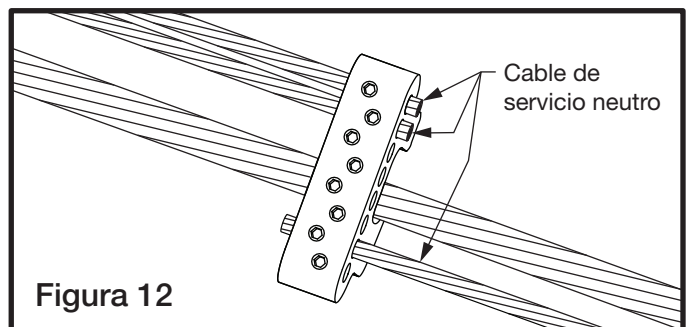

Figura 12
15) Para los cables adicionales de servicio del cliente, repita los pasos 13 - 14 (vea la Figura 12).
NOTA: Los cables de servicio neutro pueden entrar desde cualquier lado del conector (vea la Figura 12).